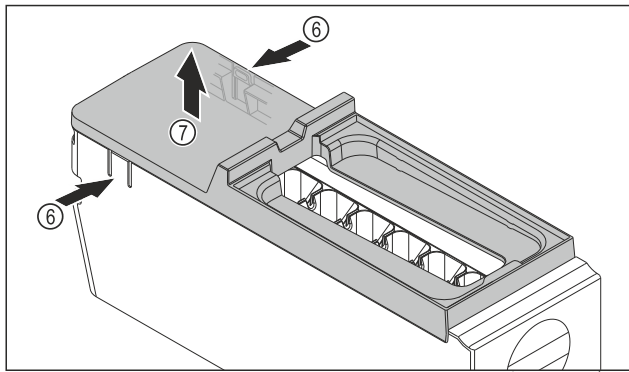

Fig. 79
- Rimuovere la copertura del corpo dell'EasyTwist-Ice: Con una mano, premere le linguette Fig. 79 (6) su entrambi i lati del corpo dell'EasyTwist-Ice.
- Con l'altra mano, estrarre verso l'alto la copertura Fig. 79 (7).